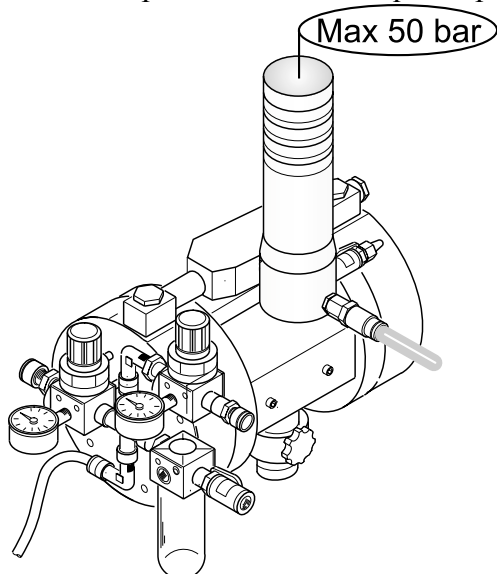

Fig.35
12) Il filtro polmone installato sulla macchina è stato progettato per poter resistere a pressioni fino a 50 bar, valori superiori non sono consentiti e sono ritenuti particolarmente pericolosi, raccomandiamo per cui di tenere sempre sotto controllo questo parametro (fig.35).